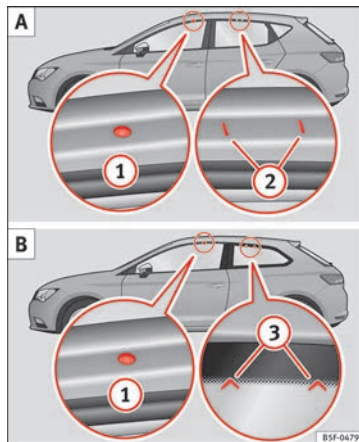

Bild 183 Leon/Leon SC:Fästpunkter för taklasthållarens räcken.
De främre och bakre fästpunkterna ① och ② är endast synliga när dörrarna är öppna. » **bild 183 A.**
fästpunkterna ③ har markerats med pilar på glasets övre hörn » **bild 183 B.**